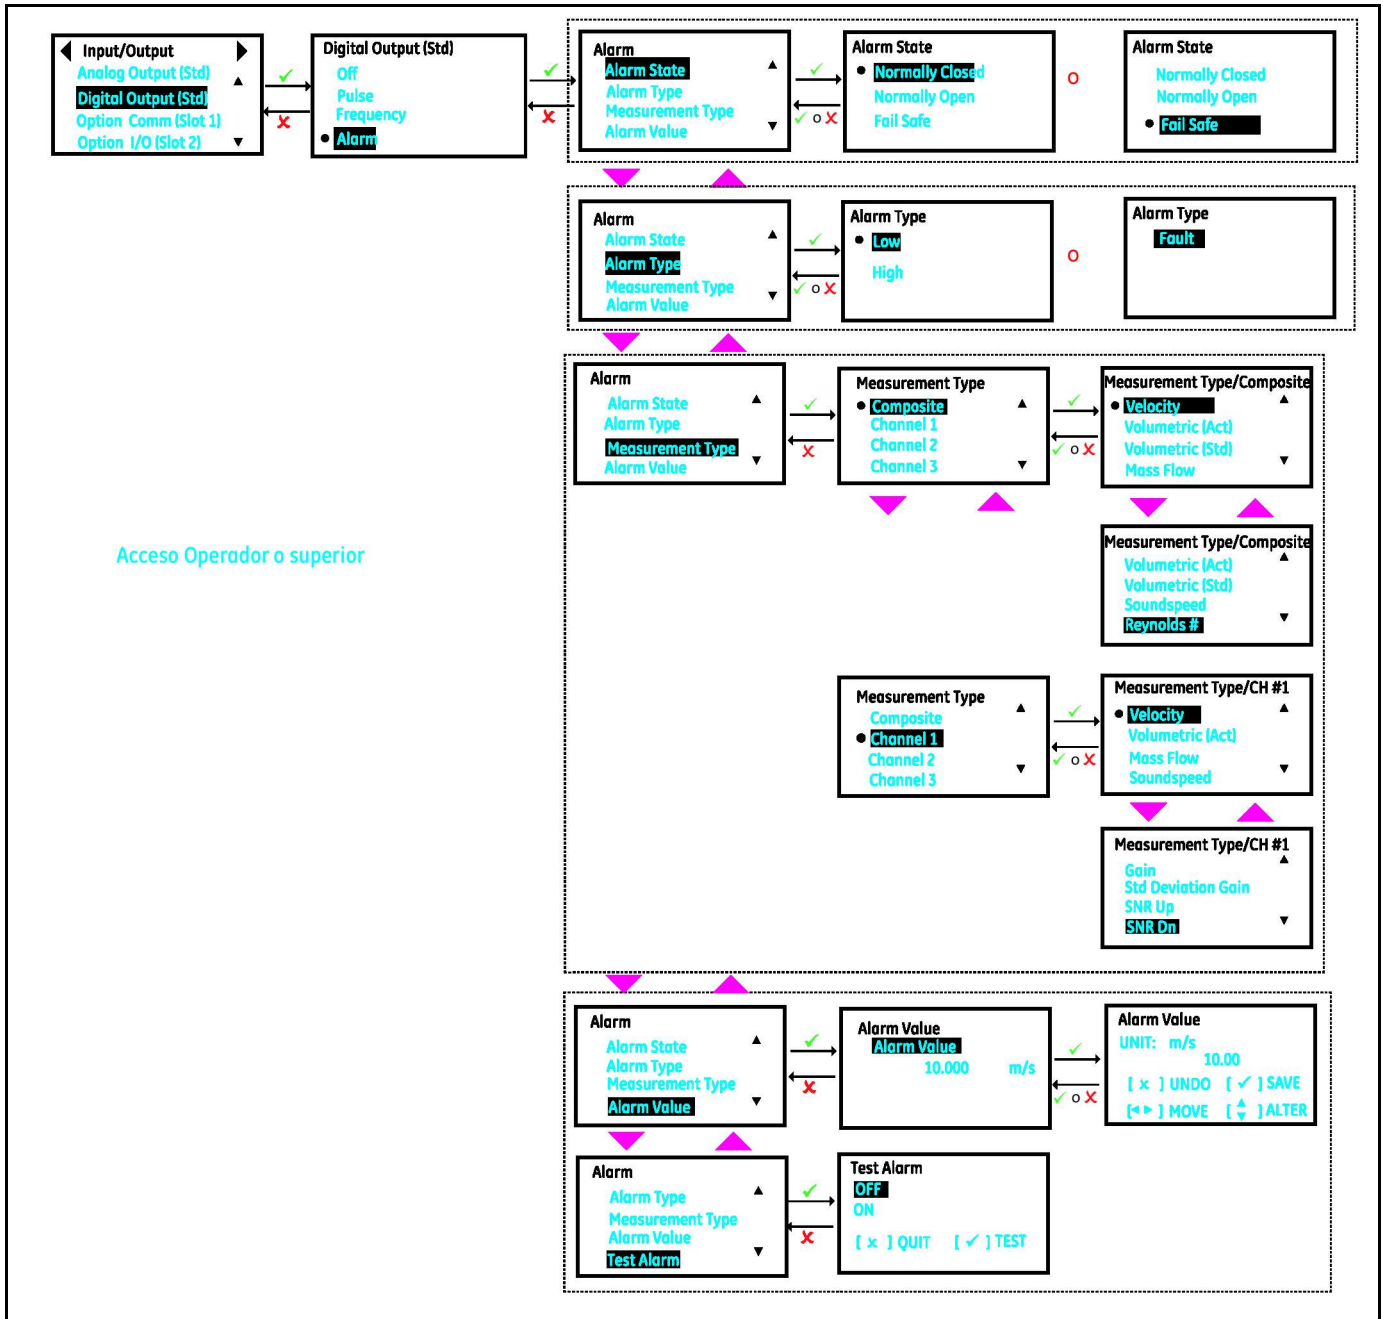

Figura 60: Configuración de la salida de alarma
2. Seleccione las opciones [**Alarm State**], [**Alarm type**], [**Measurement**] y [**Alarm Value**] según corresponda a sus necesidades. La Figura 60 muestra las opciones disponibles. Consulte también la Tabla 13 para comprender cada una de las opciones.